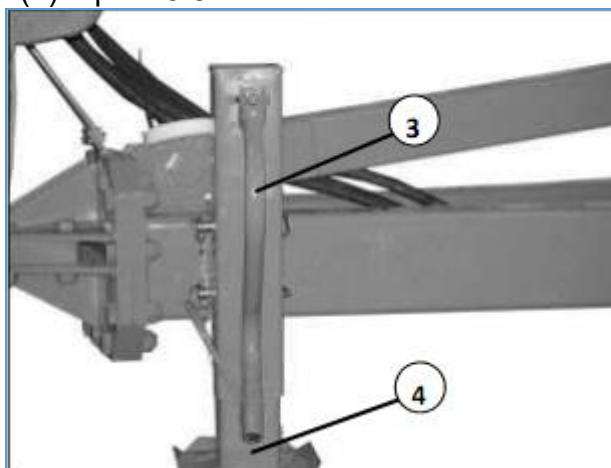

Рис. 5.5 - Рукоятка опорной стойки
- Отрегулировать высоту сцепной петли с помощью рукоятки (3) опорной стойки (4) так, чтобы была обеспечена возможность безупречного сцепления (рис.5.5).